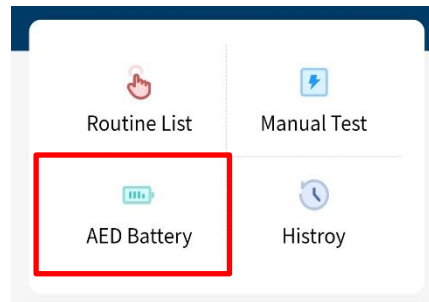

図 2: Whaleteq DFS APP の[AED Battery (AED バッテリー)]ボタン
3. APP の[AED Battery (AED バッテリー)]をクリックします(図 2)。